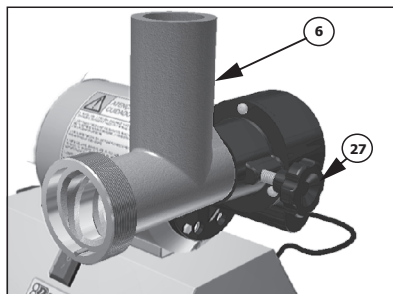

Figura 3
- Encaixe o corpo da boca (6) no redutor (38) e aperte o manipulador 3/8" x 1.1/2" (27) conforme *figura 3*.